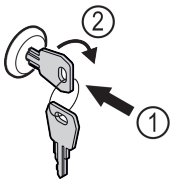

Fig. 161
- ▶ Πιέστε μέσα το κλειδί. Fig. 161 (1)
- ▶ Περιστρέψτε το κλειδί 90° δεξιόστροφα. Fig. 161 (2)